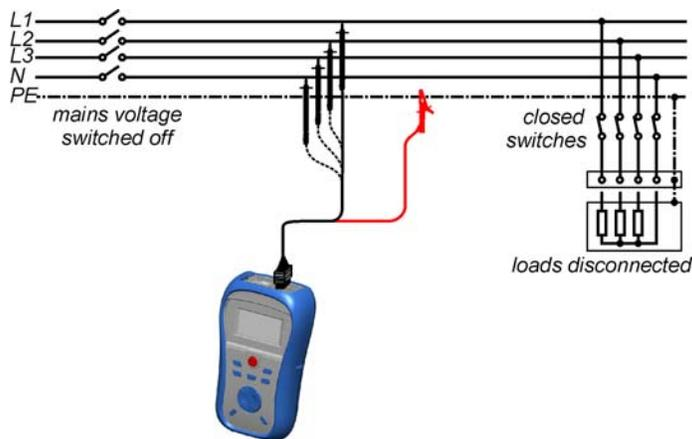

Bild 5.2: Anschluss des Universal-Prüfkabels
- ❑ **Schließen** Sie das Prüfkabel oben am Instrument sowie am Prüfling an (siehe Bild 5.2).